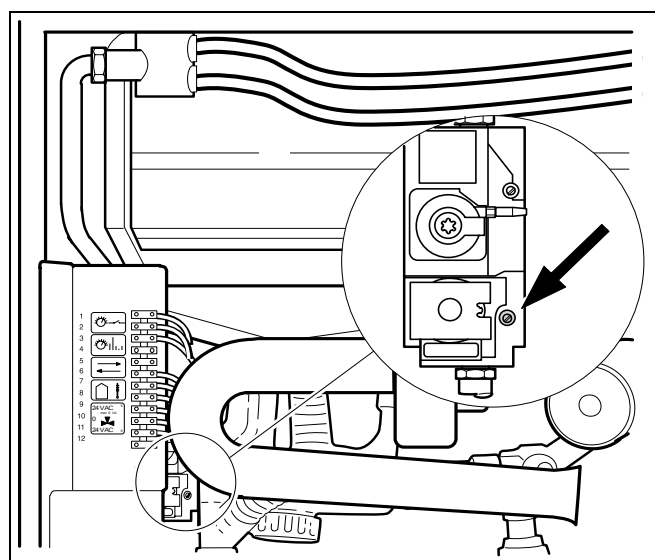
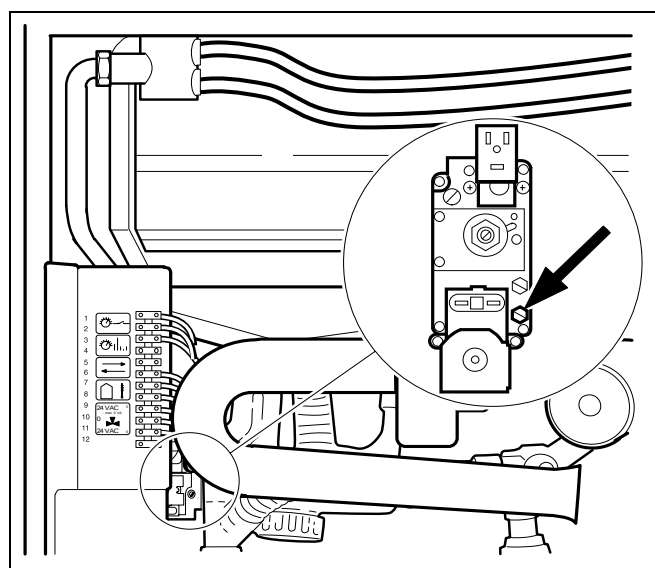

Abb. 15 Gaszuleitung entlüften (Honeywell-Armatur)
Abb. 16 Gaszuleitung entlüften (SIT-Armatur)
- Verschlusschraube am Prüfnippel für Gasanschluss und Entlüftung bei Honeywell-Armatur um zwei Umdrehungen lösen (Abb. 15), bei SIT-Armatur (Abb. 16) ganz herausdrehen und Schlauch aufstecken.